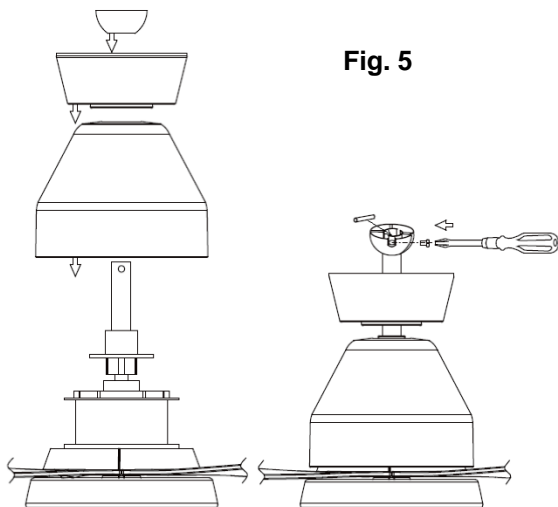

Fig. 5
- Verwijder de overkapping (3) en de motorbehuizing (5) van de verticale stang (4).
- Bevestig het blad (7) op de bladhouder (8) door de 3 bladschroeven vast te draaien.
- Monteer de motorbehuizing en de overkapping weer op de verticale stang. Fig. 5
- Bevestig de pen en het kogelgewricht weer op de verticale stang. Fig. 5